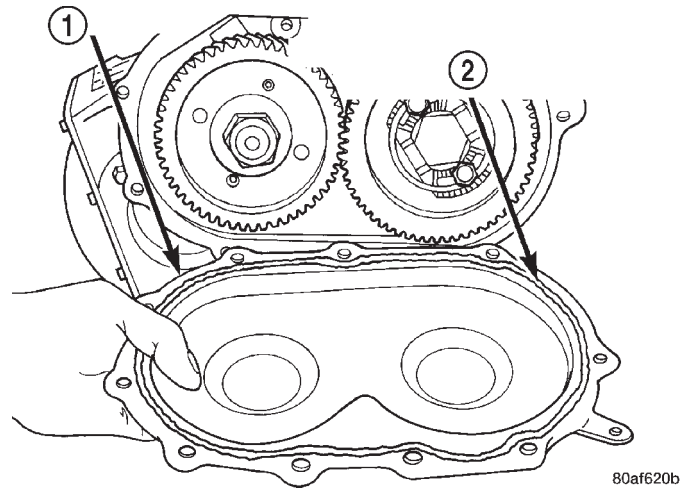

Fig. 45 Desmontaje de la cubierta trasera
(37) Retire la cubierta del engranaje de transferencia (Fig. 45).